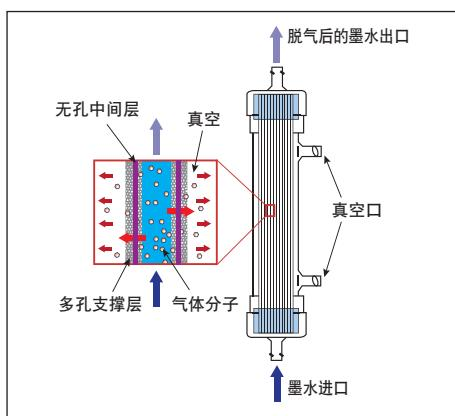

图2：中空纤维的内侧流向示意图
- 3.2 连接墨水进口/出口和真空端口（见图2）。确认连接表面干净并且没有损坏。请务必不要将 luer lock 接头拧得过紧。